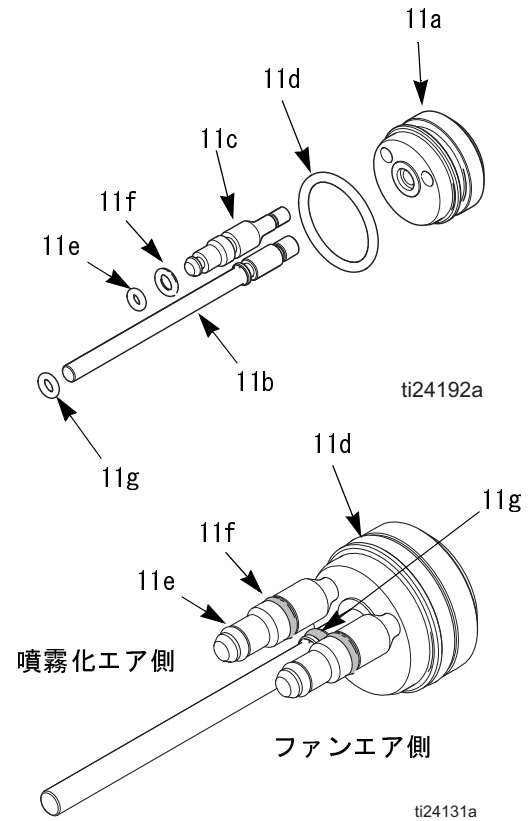

図 24. ピストンの O リング
4. ピストンキャップ (13) をガンの後部から取り外します。
5. ピストンロッド (11) を押して、ピストンをガンの後部から押し出します。
6. O リング (11d、11e、11f、11g) に損傷がないか検査します。表 3 および 図 24 を参照してください。
9. スプリング (12) ピストンキャップ (13) を取り付けます。